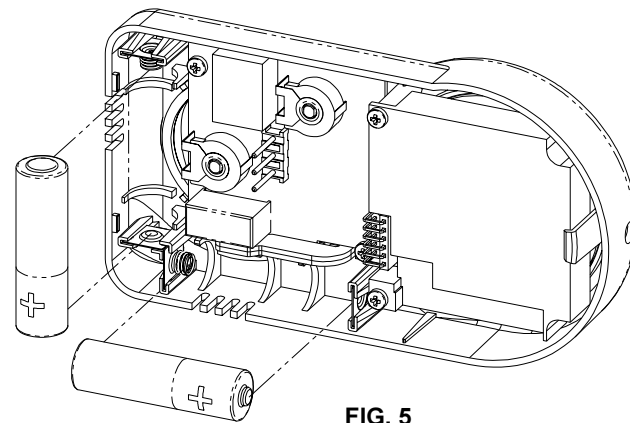

FIG. 5
- Insertar las 2 baterías de 1,5V AA en la caja, prestando atención a la polaridad, ver Fig. 5.